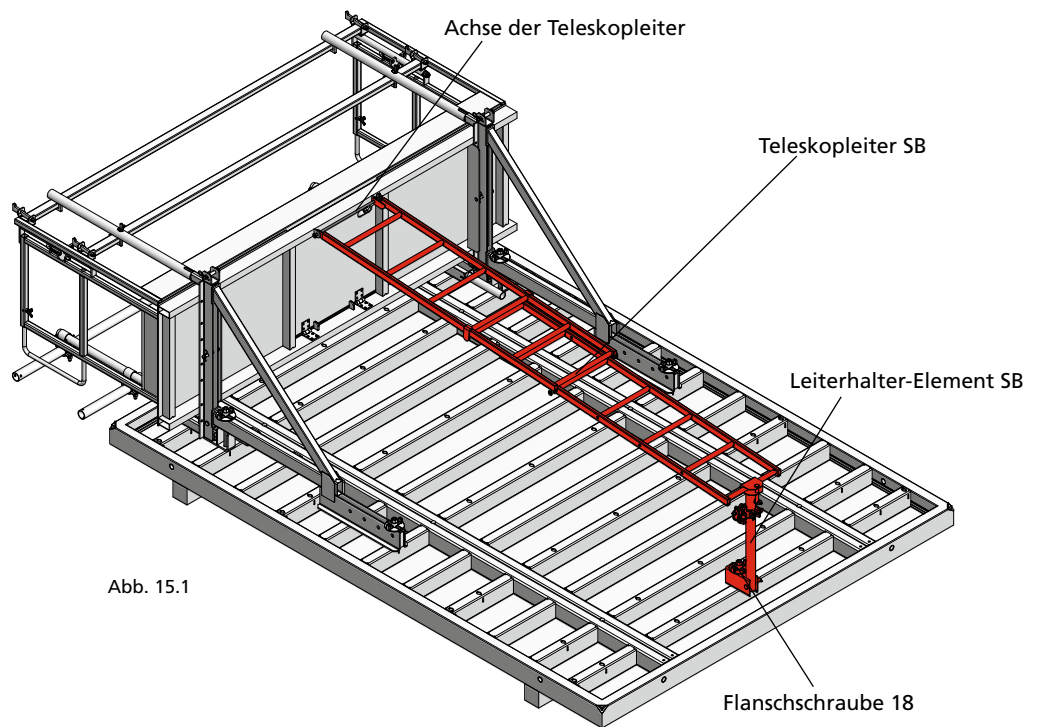

Abb. 15.1
Die gewählte Teleskopleiter wird am Durchstieg der Alu-Plattform mit der an der Leiter integrierten Achse befestigt und mit dem Federstecker gesichert (Abb. 15.1).
10. Zur Fixierung der Teleskopleiter SB wird im unteren Bereich des Schalungselementes der Leiterhalter-Element SB angebracht (Abb. 15.1). Die Befestigung erfolgt mit einer Flanschschraube 18. Diese ist separat zu disponieren.
■ Bei mittiger Befestigung (Abb. 15.1) greift der Leiterhalter über die unterste Leitersprosse und wird dort mit Bolzen und Federstecker gesichert.